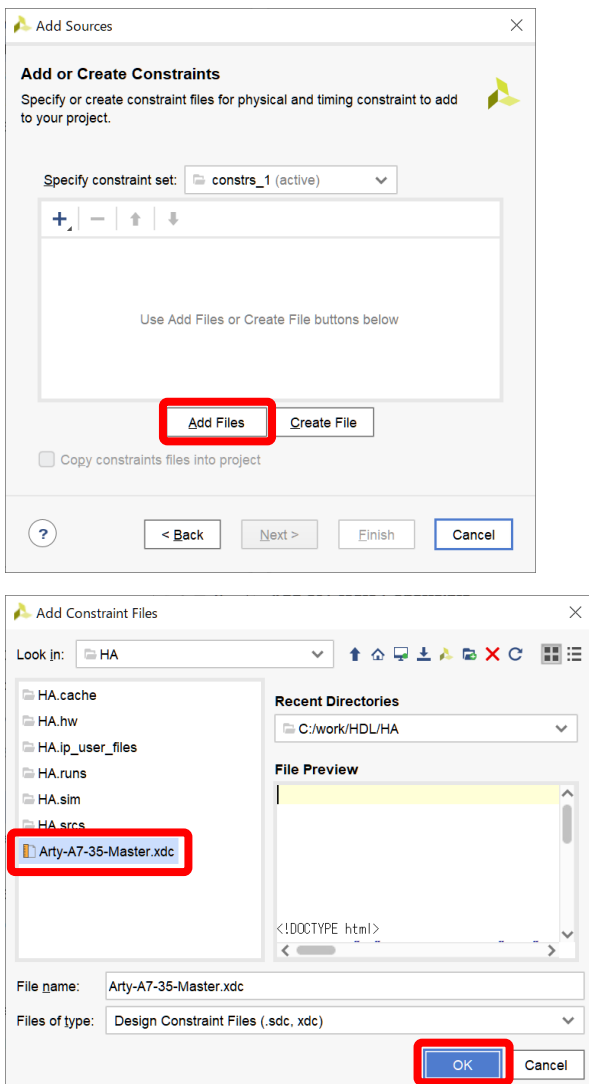

図 11.33 FPGA への実装の手順 3
4) 「Add Files」を選択し、手順 1 で保存した「Arty-A7-35-Master.xdc」を指定する (図 11.33)。